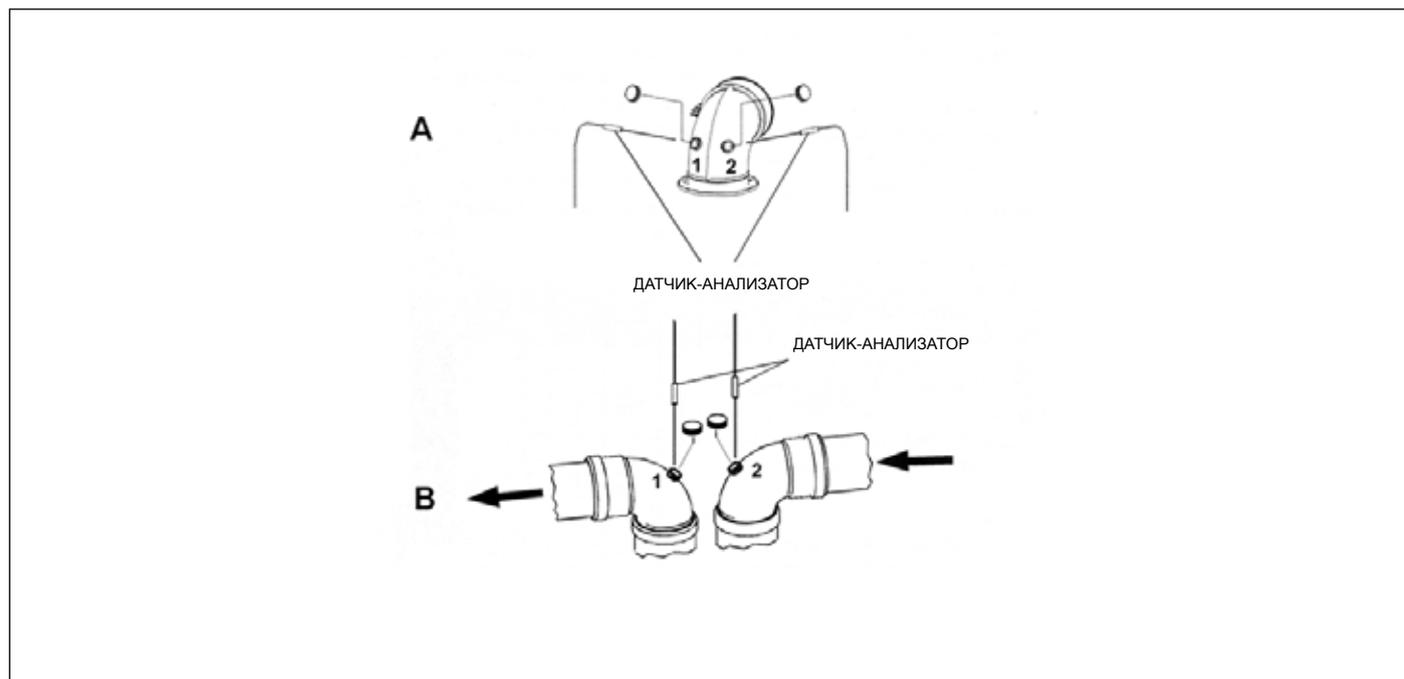

Рис. 20 Примеры мест для контроля дымовых газов
- измерить температуру воздуха для горения через отверстие 1 (см. см. (А) Рис. 20 Примеры мест для контроля дымовых газов для котлов с герметичной камерой сгорания, укомплектованных трубами со специальными отверстиями).
- измерить температуру дымовых газов и содержание CO₂ через отверстие 2 (см. см. (А) Рис. 20 Примеры мест для контроля дымовых газов для котлов с герметичной камерой сгорания, укомплектованных трубами со специальными отверстиями).
- измерить температуру воздуха для горения через отверстие 2 (см. см. (В) Рис. 20 Примеры мест для контроля дымовых газов для котлов с герметичной камерой сгорания, укомплектованных трубами со специальными отверстиями).
- измерить температуру дымовых газов и содержание CO₂ через отверстие 1 (см. см. (В) Рис. 20 Примеры мест для контроля дымовых газов для котлов с герметичной камерой сгорания, укомплектованных трубами со специальными отверстиями).